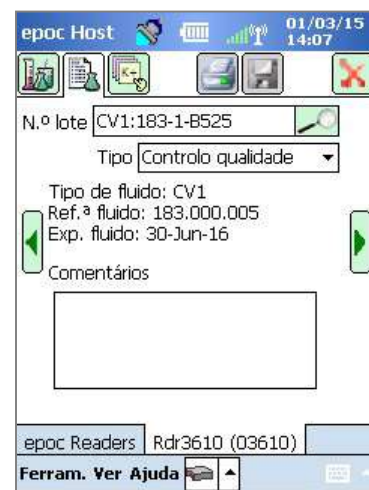

Fig. 16.
- b. Digitalize o código de barras do VAD adequado no campo N.º de lote. O ecrã muda automaticamente para o separador central (Fig. 16) onde a informação do fluido de GQ será apresentada.